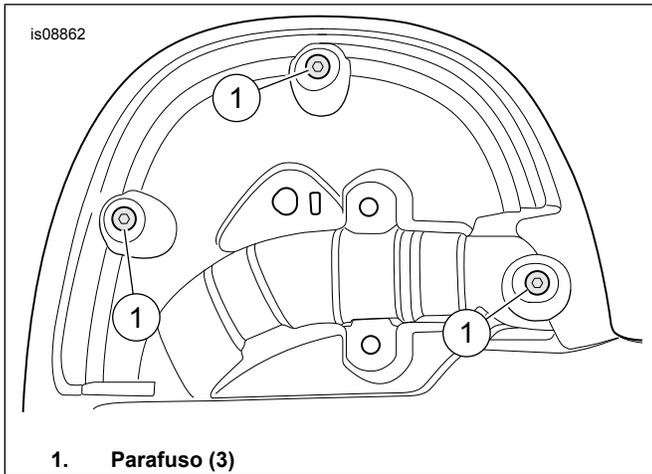

Figura 8. Parafusos traseiros
9. Veja a figura 8. **Pela parte traseira:** instale os parafusos de compartimento (1). Aperte.